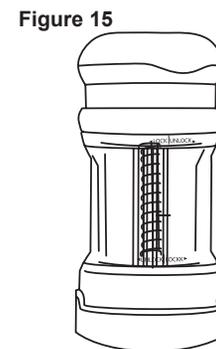

Figure 15
7. Push the Handle down so that the Spring Loaded Pusher is fully seated inside the Container. Twist the Handle clockwise until the Container clicks locked (Figure 15).
7. Enfoncez la poignée de manière à ce que le poussoir à ressort soit bien logé dans le conteneur. Tournez la poignée dans le sens horaire jusqu'à ce que le conteneur s'enclenche et soit bloqué (Figure 15).